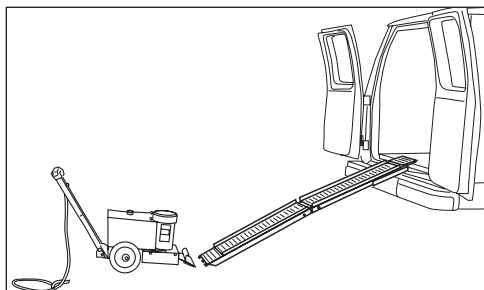

ABB. 3
4. Schieben Sie die Maschine langsam die Rampe entlang (Abbildung 3).